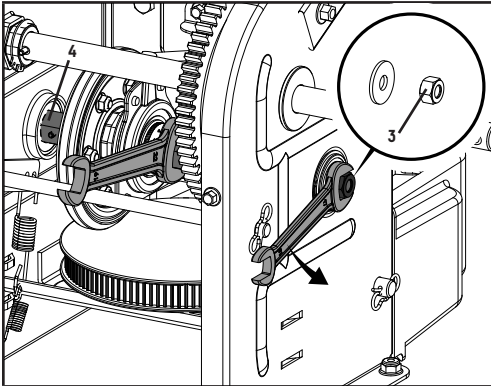

Figure 43
4. Enlevez prudemment l'écrou hexagonal M10 (3) qui fixe l'arbre hexagonal (4) au châssis de la souffleuse à neige, puis tapotez doucement sur l'extrémité de l'arbre pour déloger le roulement à billes du côté droit du châssis. (figure 43).